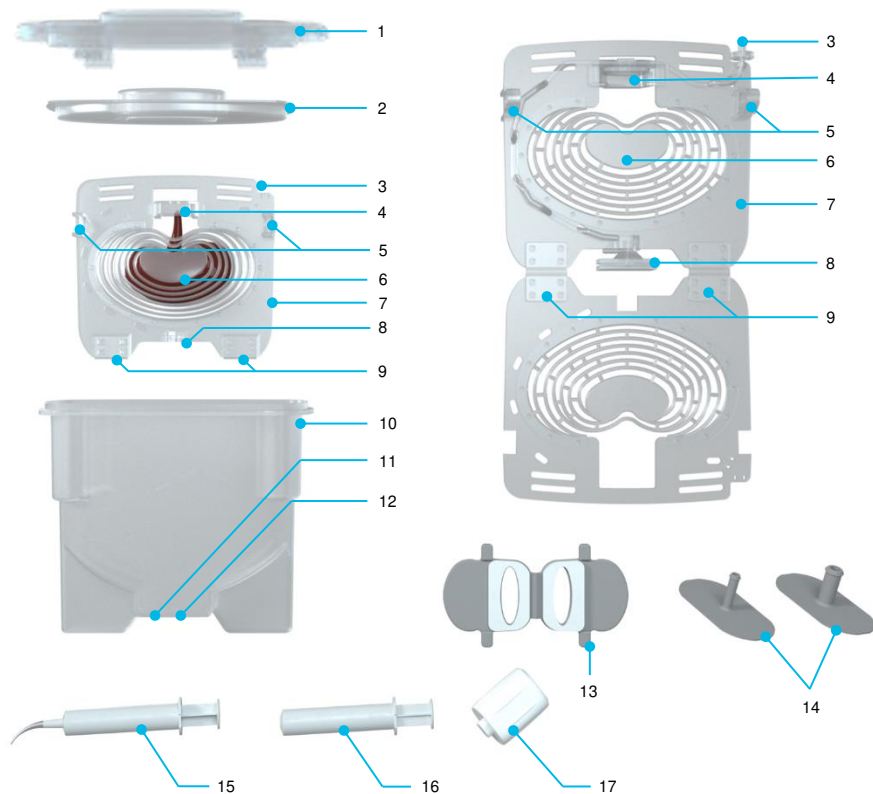

Figura 8 Portareni e componenti separati.
- Dopo aver effettuato lo sfiato, la valvola del sensore di pressione può essere sostituita con un tappo non ventilato (Figura 8, voce 17).
- Dopo aver effettuato sfiato, rimettere il cappuccio giallo sulla membrana di sfiato sull'ossigenatore (Figura 7, voce 8). La valvola del sensore di pressione può essere sostituita con un cappuccio non ventilato (Figura 8, voce 17).